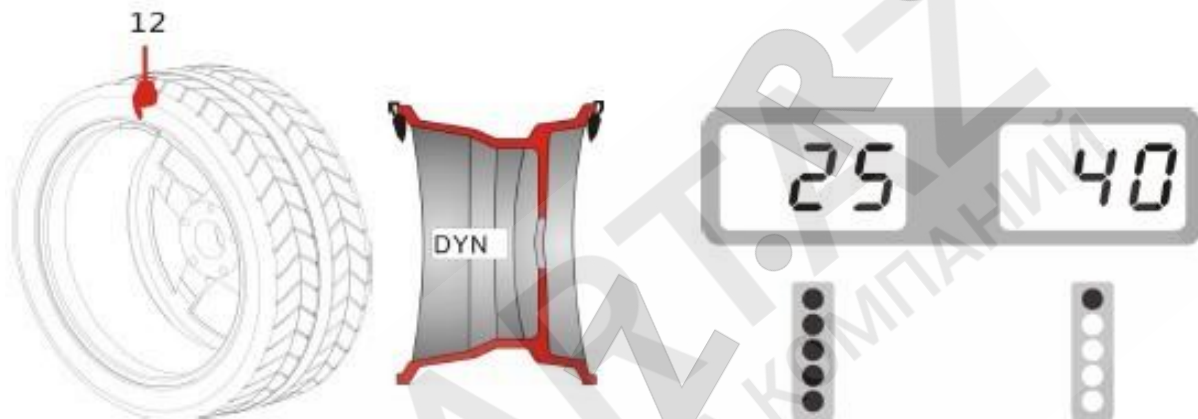

Рис. 4
4.1.7. Медленно вращайте колесо против часовой стрелки. Когда полностью загорятся светодиоды левого индикатора - это будет указывать на корректное угловое положение для установки противовесов с внутренней стороны (12 часов). Закрепите противовес так, как показано на рис.4.